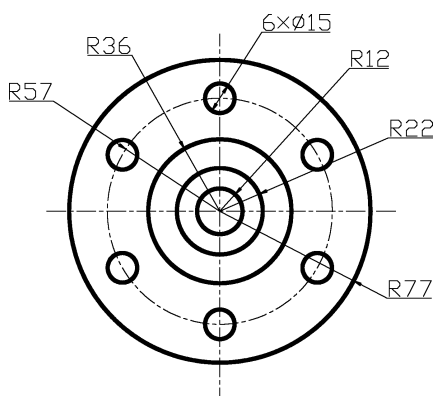

图 3-82 法兰盘示意图
3) 利用本章所学的直线、圆等基本绘图命令和偏移、阵列等编辑命令，绘制一个如图 3-82 所示的法兰盘示意图并保存至指定位置。